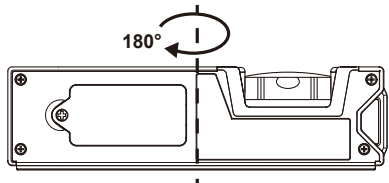

FIG. 2
d. En la misma ubicación, gire el equipo 180° (consulte la siguiente FIG. 2) y luego presione el botón MODE; "CAL 2" parpadea varias veces. Una vez que "CAL 2" desaparece, la calibración se completa y luego la pantalla LCD mostrará el ángulo actual en una pantalla de alta precisión.